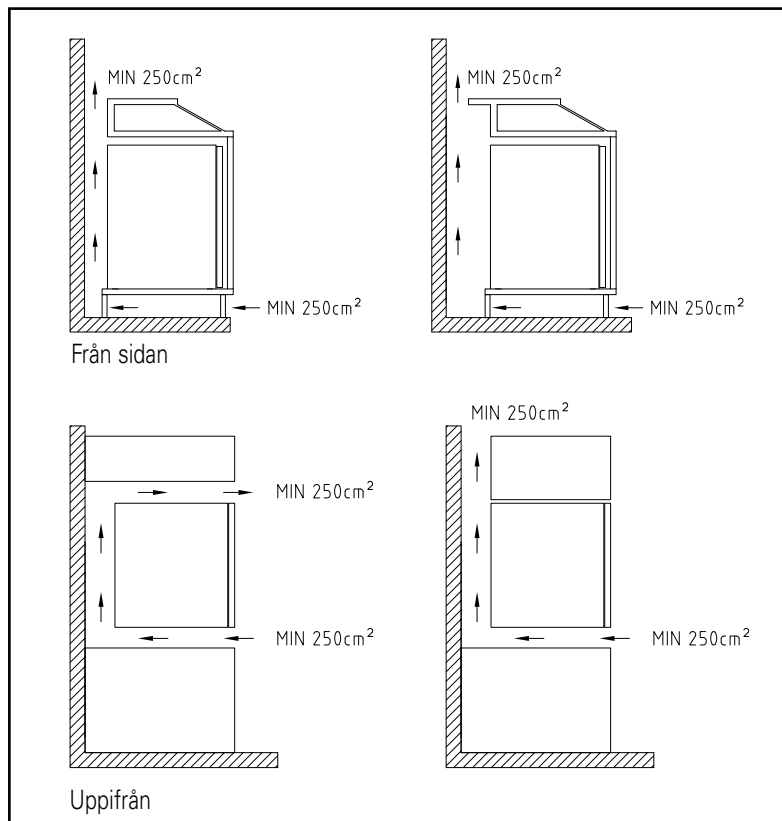

Bild 2
2. Om apparaten integreras i möbler, t ex i hotellrum, bör tillräklig luftcirkulation säkerställas, se bild 2.